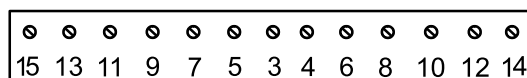

Figure 24
- En suivant l'ordre indiqué à la Figure 24, serrez les vis à 25,4 N·m.